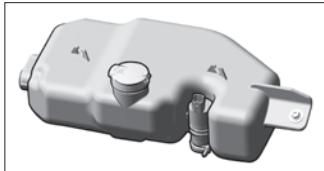

Рис. 7. Бачок ветрового и заднего стекол омывателя
**Заправка:** открыть крышку (рис. 7), залить жидкость до видимого уровня и закрыть крышку. Этот бачок обеспечивает жидкостью омыватели ветрового и заднего стекол.